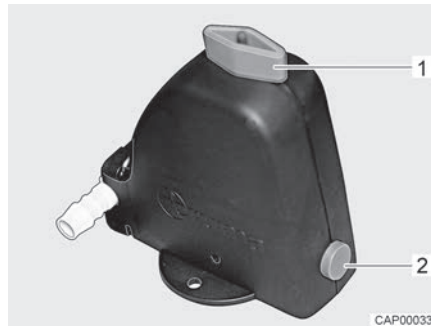
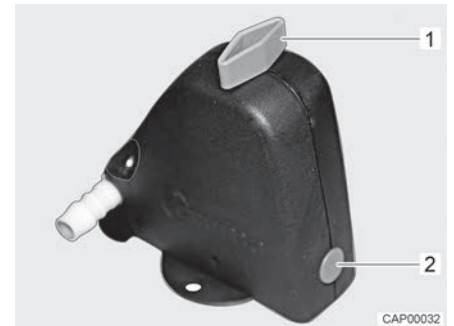

Bild 72 Sicherheits-/Ablassventil geöffnet
Bild 73 Sicherheits-/Ablassventil geschlossen
- Sicherheits-/Ablassventil schließen. Dazu Drehknopf (Bild 72,1) quer zum Sicherheits-/Ablassventil drehen und Druckknopf (Bild 72,2) hineindrücken. Das geschlossene Sicherheits-/Ablassventil ist in Bild 73 dargestellt. Bei Temperaturen unter 6 °C lässt sich das Sicherheits-/Ablassventil nicht schließen.